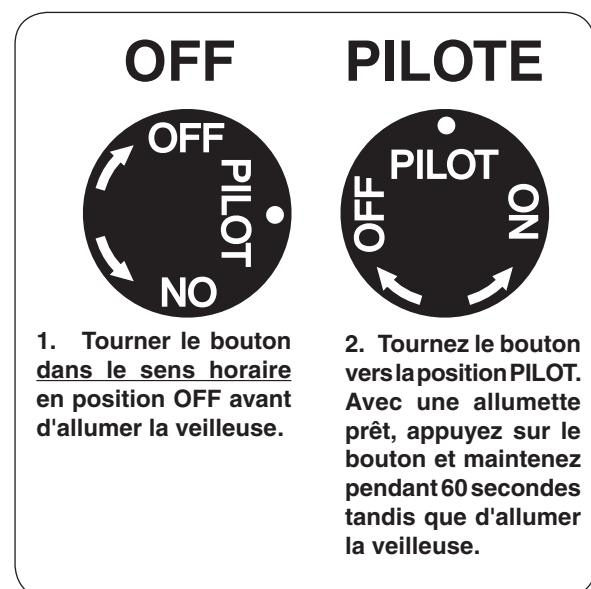

Fig. 26-1 Détail bouton de commande (OFF, PILOTE)
1. Localiser la vanne sur le côté gauche de l'appareil. Appuyer sur le bouton de contrôle du gaz et tourner dans le sens horaire en position OFF (Fig. 26-1).
2. Tournez le bouton de réglage dans le sens antihoraire pour PILOTE (Fig. 26-1). Appuyez sur le bouton de commande **fermement et pleinement** enfoncée. Tenir un long match de cheminée ou un briquet à proximité du thermocouple pour allumer la veilleuse. Continuez à tenir le bouton de commande pendant environ 60 secondes après que le pilote est allumé, puis relâchez le bouton. Le pilote reste allumé.